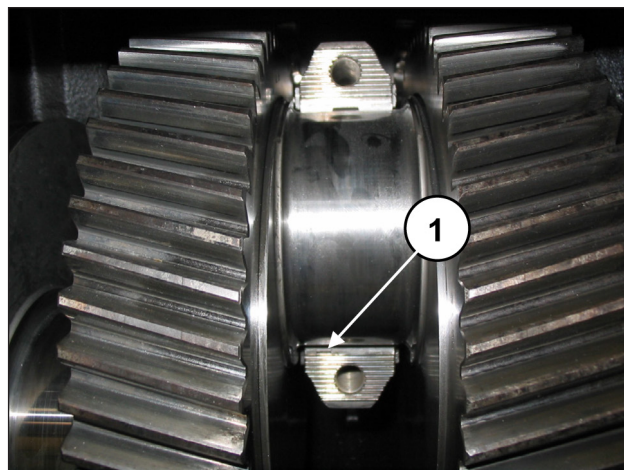

Fig. 81
Para montar correctamente los cojinetes, la lengüeta de referencia de los semicojinetes debe encajar en el alojamiento de la semibielas (pos. ①, Fig. 81).